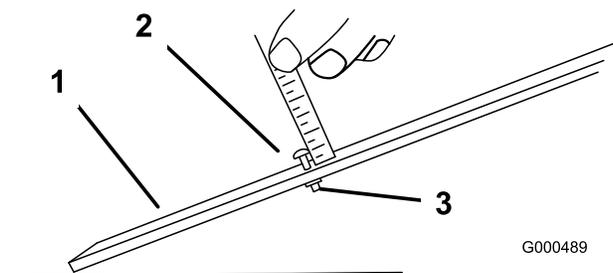

Figure 17
- Desserrez l'écrou du gabarit et tournez le boulon de réglage de manière à obtenir la hauteur de coupe voulue (Figure 17).